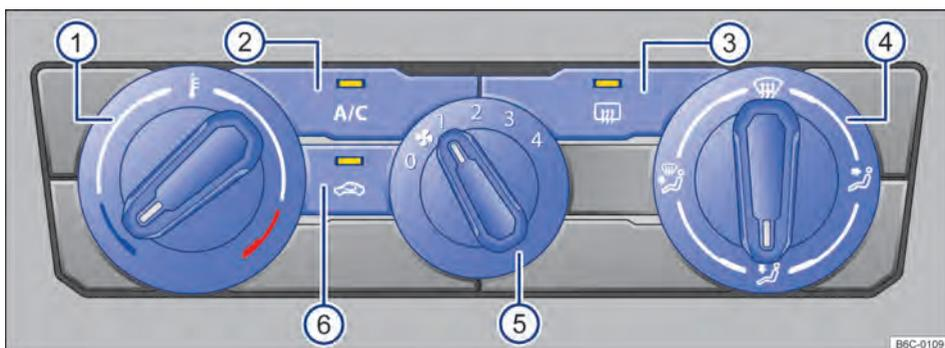

Fig. 82 Comandos do ar-condicionado.
- Girar o regulador do ventilador para o nível 0 → Fig. 82 ⑤.
- Pressionar o botão **A/C** → Fig. 82 ② para ligar e desligar o funcionamento da refrigeração.
- Girar o regulador rotativo esquerdo → Fig. 82 ①.
- Girar o regulador do ventilador → Fig. 82 ⑤.
- Pressionar o botão **🌀** → Fig. 82 ⑥.
- Girar o regulador da direita → Fig. 82 ④ para posição desejada.
- Girar o regulador direito para a posição  → Fig. 82 (4).
- Pressionar o botão  → Fig. 82 (3).